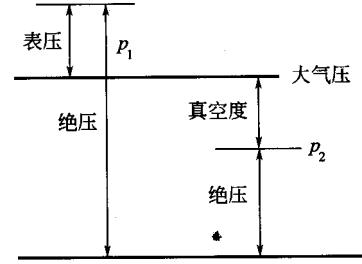

图 1-1 绝压、表压与真空度的关系
(3) 讨论
① 绝压、表压及真空度关系如图 1-1 所示。
② 大气压与 1atm 不尽相同。大气压是温度和海拔的函数。
③ 为避免混淆, 表压和真空度必须注明, 否则为绝压。